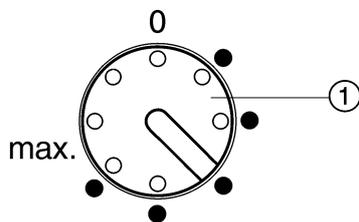

Fig. 2
► Temperaturregler *Fig. 2 (1)* mit einer Münze nach rechts drehen.